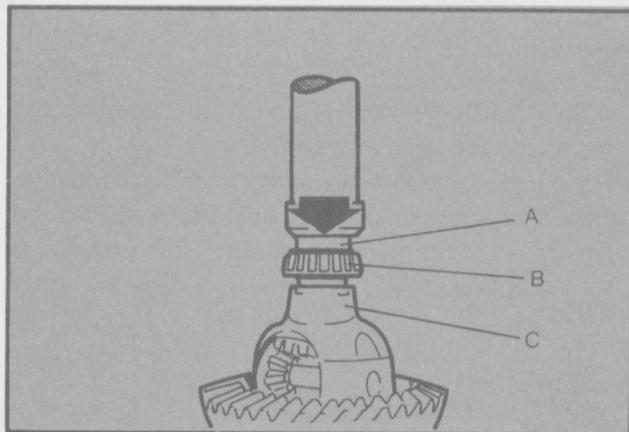

Fig. 47 - Colocación de los cojinetes en la carcaza portacorona.
- Colocar los dos cojinetes en la carcaza portacorona utilizando la herramienta especial T84G-4205-BAS, Detalle 2 (Fig. 47).